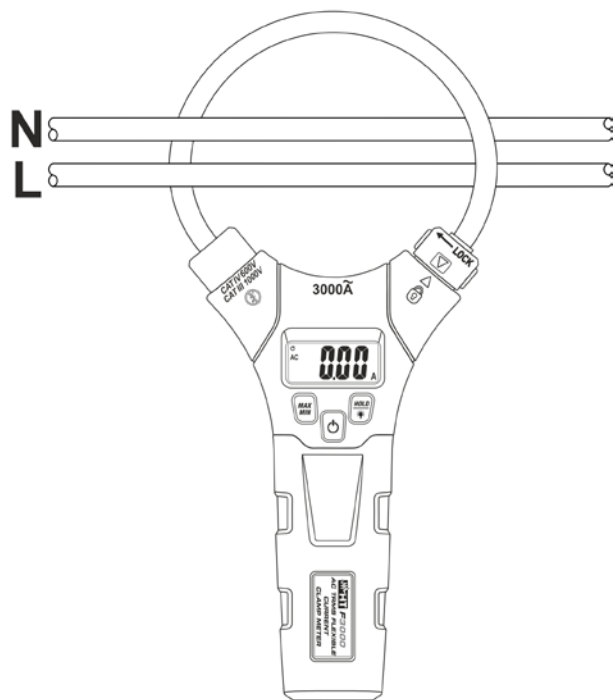

Fig. 3: Uso do instrumento para a Medição de Correntes CA
2. Abrir o toróide e inserir o cabo de fase no centro do mesmo (ver Fig. 3). O valor da corrente é apresentado no display.